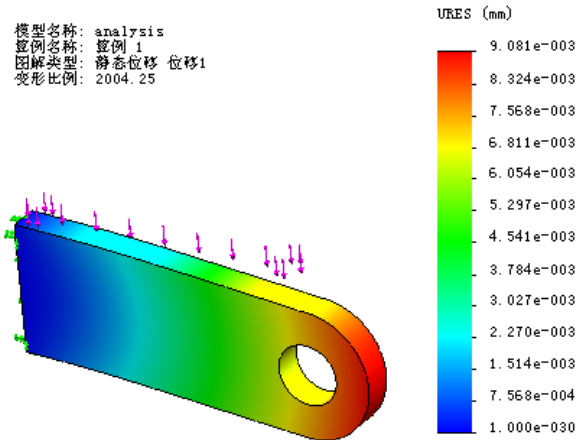

图 12.3.18 位移 (合位移) 图解
Step2. 在算例树中右击 **位移1 (-合位移-)**，在弹出的快捷菜单中选择 **显示(S)** 命令，系统显示图 12.3.18 所示的位移 (合位移) 图解。